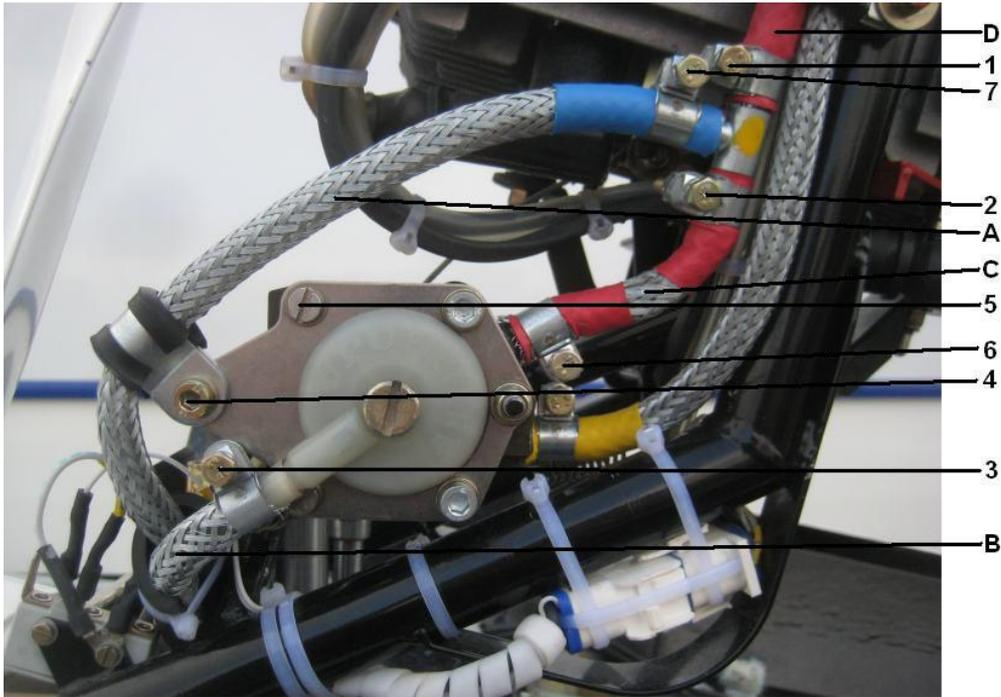

Abbildung 1 (bisheriger Zustand)
5. Die Schlauchschellen 1,2,3, 6 und 7 (Abbildung 1) sowie Schraube 4 entfernen und das T-Stück zwischen Schlauchschelle 1, 2 und 7 ausbauen. Die Schläuche A, B, C und D entfernen. Diese Schläuche, die Schrauben 4 und 5 und das T-Stück werden nicht wieder verwendet.